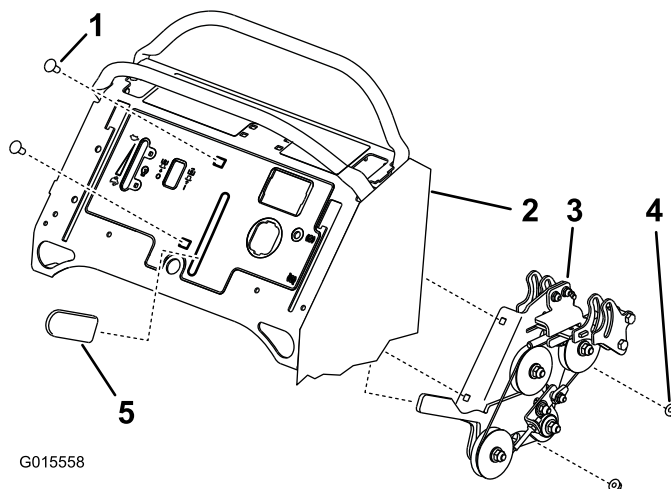

Figura 11
3. Coloque el conjunto de control de velocidad en la columna y sujételo a la columna con 2 pernos de cuello cuadrado (5/16 x 1 pulgada) y 2 tuercas con arandela prensada (5/16 pulgada) (Figura 11).
4. Instale la empuñadura de goma en la palanca de control de la velocidad (Figura 11).